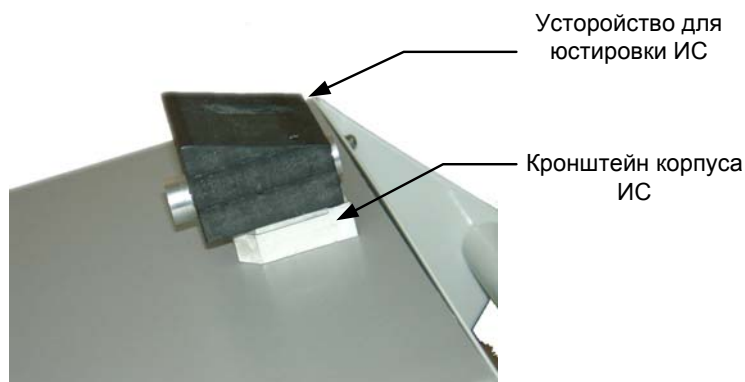

Рис. 7.7 Установка устройства для юстировки в кронштейн корпуса.
- установите устройство для юстировки ИС в направляющую на корпусе ИС, как это показано на рис. 7.7;